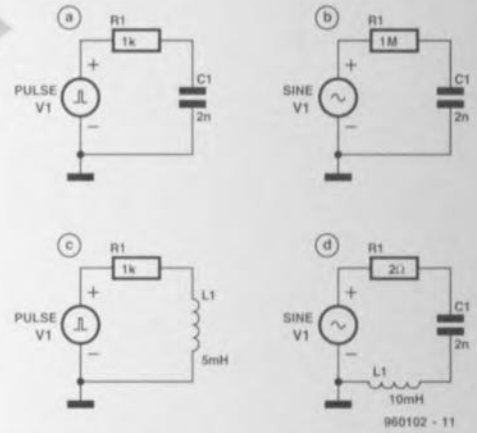

Figure 12. Reprise de la figure 5 de la 1^{ère} partie : quelques circuits à analyser par le lecteur.
aura v(1) en tant qu'expression X et v(2) en tant qu'expression Y et le second tracé v(1) pour l'expression X et i(R1) pour l'expression Y. Un « 1 » placé dans chacune des boîtes P aura pour résultat de faire apparaître les deux tracés dans la même grille. Sur le tracé produit, on voit que v(3) augmente avec v(1) mais que le courant reste apparemment nul. Cela est dû au fait que la valeur du courant est affichée en utilisant la même échelle que v(3) mais comme il s'agit d'une valeur de quelques milliampères seulement, il n'y a pas de changements visibles. Une technique permettant de rendre l'affichage du courant plus visible consiste à modifier l'expression Y en $i(R1) \times 1000$ avant d'effectuer le tracé. Le résultat en sera une paire de courbes presque confondues, puisque $v(3) = i(R2) \times R2 = i(R2) \times 1000 = i(R1) \times 1000$. Une autre méthode consiste à afficher le courant sur une grille séparée. Laissez le « 1 » dans la boîte P de la première ligne mais placez un « 2 » dans celle de la seconde ligne. Nous obtenons maintenant des tracés séparés avec des échelles appropriées (**figure 12**). Les dessins montrent que pour une tension d'alimentation de 9 V, la tension de collecteur est proche de